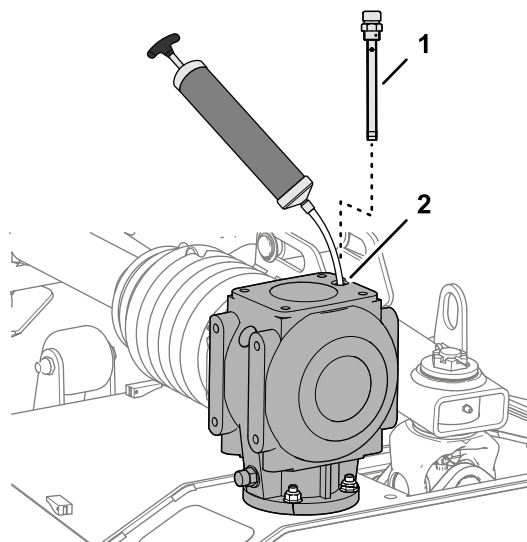

Figura 62
1. Retire a vareta da parte de cima da caixa de velocidades (**Figura 62**).
2. Através da porta da vareta, utilize uma bomba de sucção para retirar o fluido da caixa de velocidades (**Figura 62**).